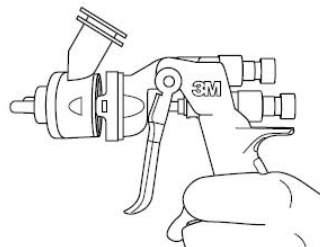

Fig 1
**Beachten Sie:** Führen Sie alle im Folgenden beschriebenen Schritte aus, bevor Sie die Füllerpistole an die Druckluft anschließen. Im Lieferumfang ist ein Düsenkopf bereits auf dem Pistolenkörper vormontiert (**Abbildung 1**). Überprüfen Sie den festen Sitz des Düsenkopfes wie folgt: Halten Sie die Pistole am Griff fest und überprüfen Sie, ob der Düsenkopf fest und eingerastet aufsteht.